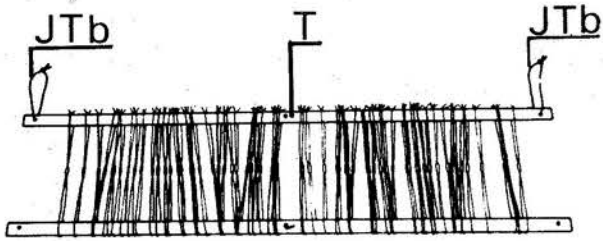

fig 35
Pour le métier N° 9 on utilise des lisses N° 243, qui s'enfilent sur les baguettes à lisses, le tout s'appelant alors lame (T). Selon le tableau de la page 26 il faut dans notre exemple 320 lisses (une pour chaque fil de chaîne). Il faut passer deux fils de chaîne dans chacune des deux lisses extérieures pour constituer la lisière. Les baguettes support de lisses étant mises sur une surface plate, on répartit les lisses régulièrement comme le montre la figure 35. Selon la partie lisse figure 10 on doit disposer le même nombre de lisses sur chaque lame, c. à d. qu'il faut monter 80 lisses sur chaque lame. Pendant qu'on a les lames à plat on y fixe les cordes JT-b et l'on noue les extrémités avec le noeud figure 13.